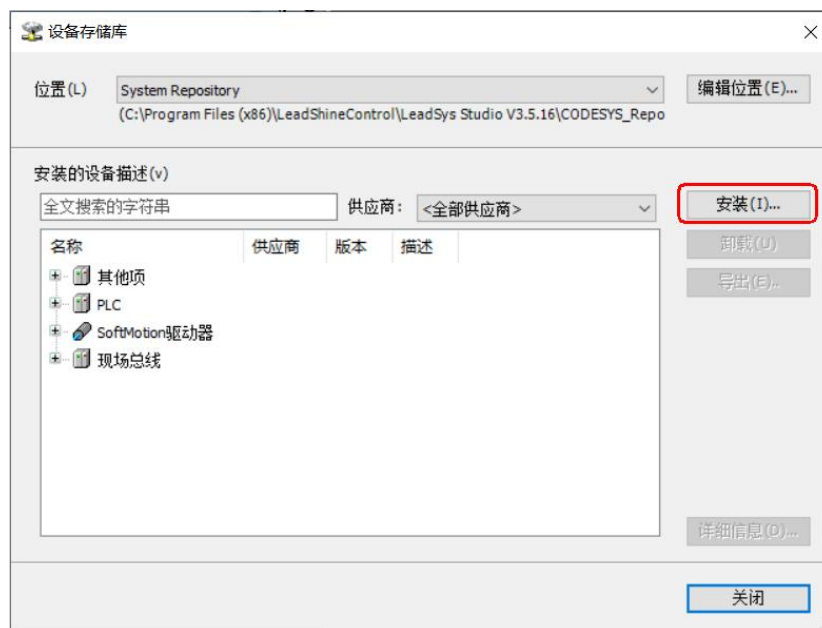

图 14.2 安装“设备存储库”
2) 在弹出的窗口中点击“安装”按钮，如图 14.2 所示。